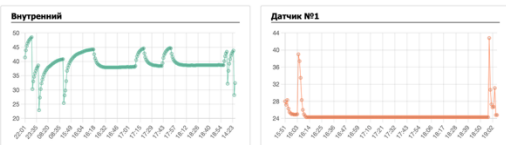

Рисунок 1
1. В веб-интерфейсе (Рисунок 1) перейдите в раздел **«Термодатчики»**.